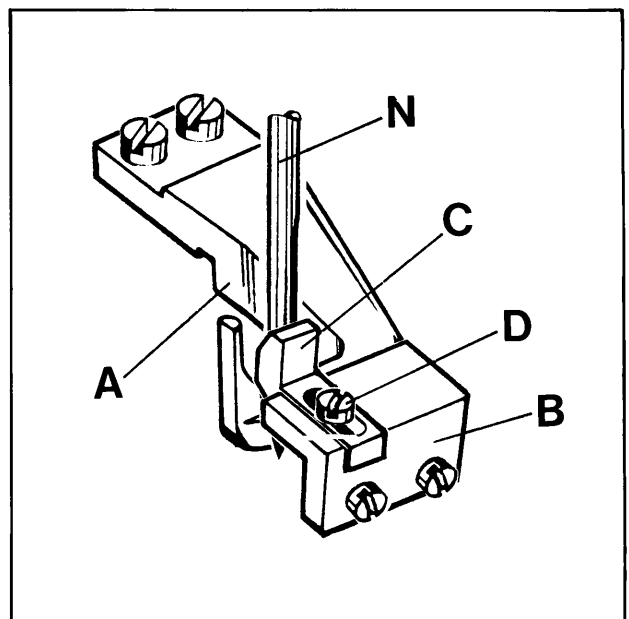

Fig. 16
Assemble the throat plate support (A, Fig. 16) and the bracket (B) for the front needle guard so that they do not interfere with the feed dog or any other machine parts.
The front needle guard (C, Fig. 16) is set close to the needle (N) just contacting the needle without deflecting it. After loosening screw (D) the front needle guard (C) can be adjusted accordingly. Retighten screw (D).
Monte el soporte de la plancha de aguja (A, Fig. 16) y el sujetador del guarda aguja delantero, cuidando que no toquen el diente alimentador o alguna otra parte de la máquina.
El guarda agujas delantero (C, Fig. 16) está ajustado de manera tal que contacta la aguja (N) pero sin desviarla. Después de soltar el tornillo (D) el guarda agujas delantero (C) puede ser ajustado adecuadamente. Asegure de nuevo el tornillo (D).